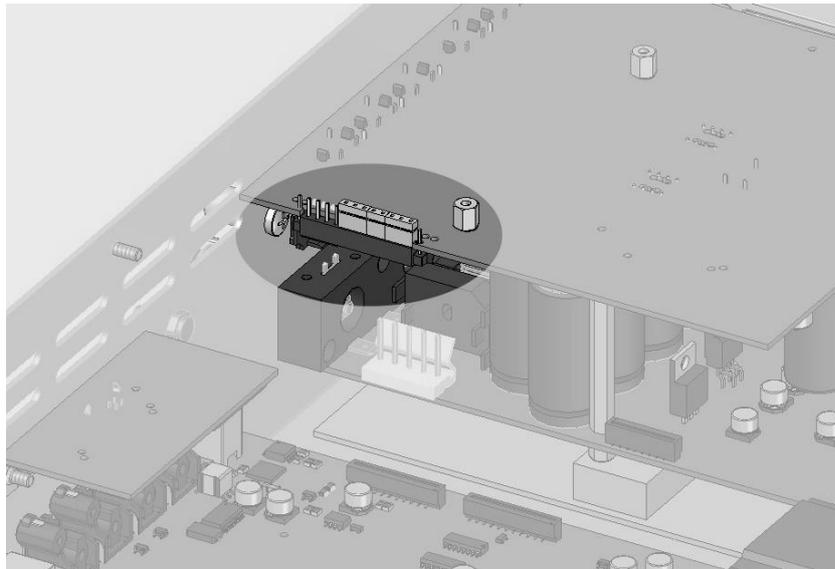

Abb. 5 / Fig. 5
- Die Jumper von der Stiftleiste abziehen und sicher verwahren (siehe Abb. 5 / 6).
- Remove the jumpers from the row of pins and store them in a safe place (see fig. 5 / 6)..